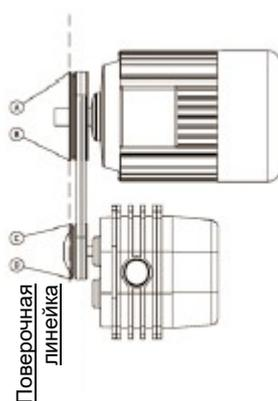

Рисунок 10 - Установка приводных шкивов
1. Присоедините агрегат к системе и удостоверьтесь, что вентили открыты. Если впускная линия присоединена через воздухопровод, рекомендуем при стартовом прогоне системы установить на впуске металлический сетчатый фильтр. Он задержит загрязнения и мусор, которые могут находиться в воздухопроводах системы (см. рис. 10). После первых 15 минут работы прочистите фильтр, а после 24 часов снимите его и замените прокладкой.